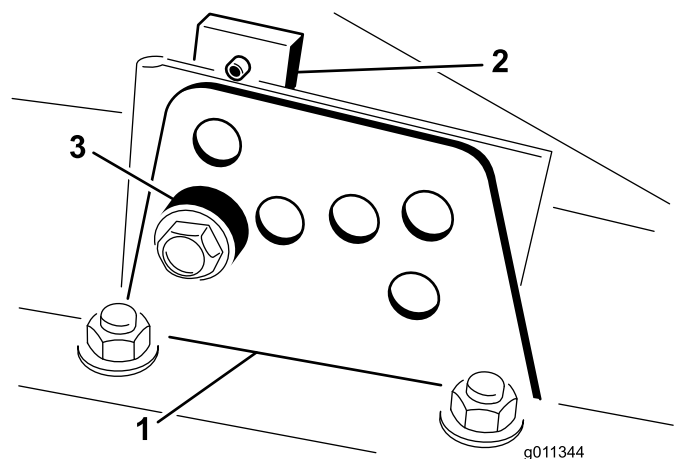

Bild 6
2. Lockern Sie die Schrauben, mit denen die Schnitthöhenhalterungen an der Schnitthöhenplatte (vorne und an beiden Seiten) befestigt sind, siehe (Bild 6).
4. Entfernen Sie das Distanzstück, während Sie gleichzeitig die Kammer abstützen (Bild 6).